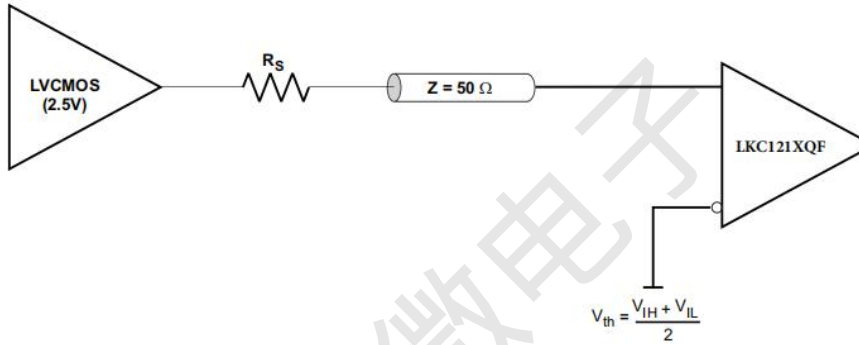

图 3.8 2.5V LVCMOS 时钟驱动器连接到器件输入端
2.5V LVCMOS 驱动器连接到器件输入端如图 3.8 所示，其中， R_s 必须靠近 LVCMOS 驱动器放置。对于 3.3V LVCMOS 时钟的输入摆幅必须保证 $V_{IH} \leq V_{CC}$ 。